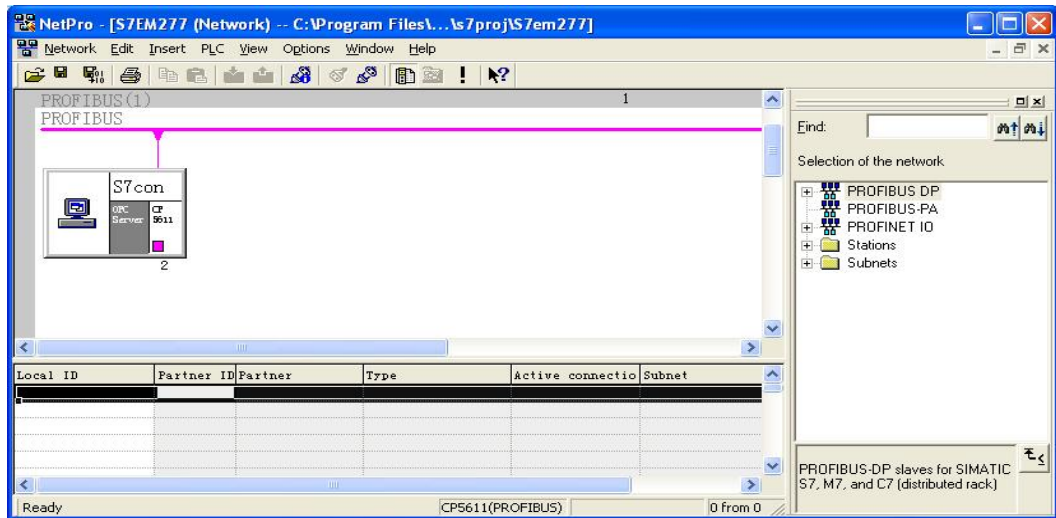

图 5
3. 打开 NetPro, 在 OPC Server 的连接表的第一行右键选择“ Insert New Connection” 或 Insert >New Connection 插入个新的连接, 如图 5